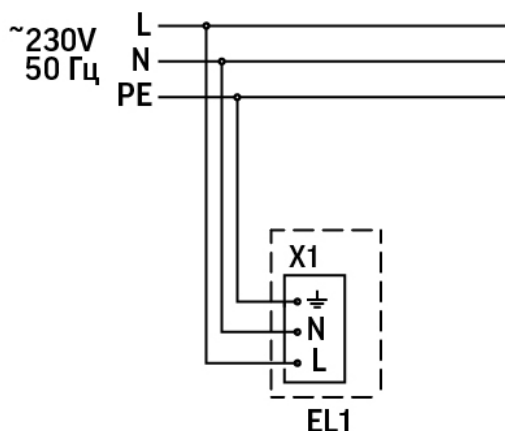

Рис. 1
- Продеть сетевой кабель через отверстие в крышке и подключить светильник к сети согласно схеме (Рисунок 1 - подключение к 1 фазе, Рисунок 2 - подключение светильника к 3м фазам)
- Продеть сетевой кабель через отверстие в крышке и подключить светильник к сети согласно схеме (Рисунок 1 или Рисунок 2)